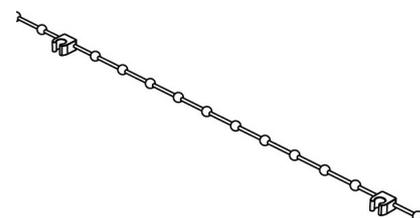

Abb. 6: Verbindungskette
8. Mit der Kette (Abb. 6) verbinden Sie die Beschwerungsplatten untereinander, indem Sie die Hülsten auf die Zapfen „klicken“.